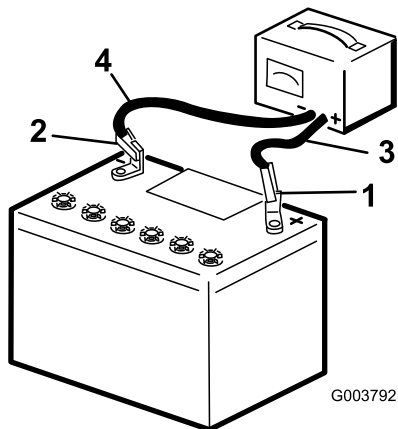

Figura 39
2. Carregue a bateria com um carregador de bateria de 3 a 4 amperes, durante 4 a 8 horas (Figura 39). Não carregue demasiado a bateria.
3. Quando a bateria estiver totalmente carregada, desligue o carregador da tomada elétrica e em seguida desligue os cabos do carregador dos bornes da bateria (Figura 39).